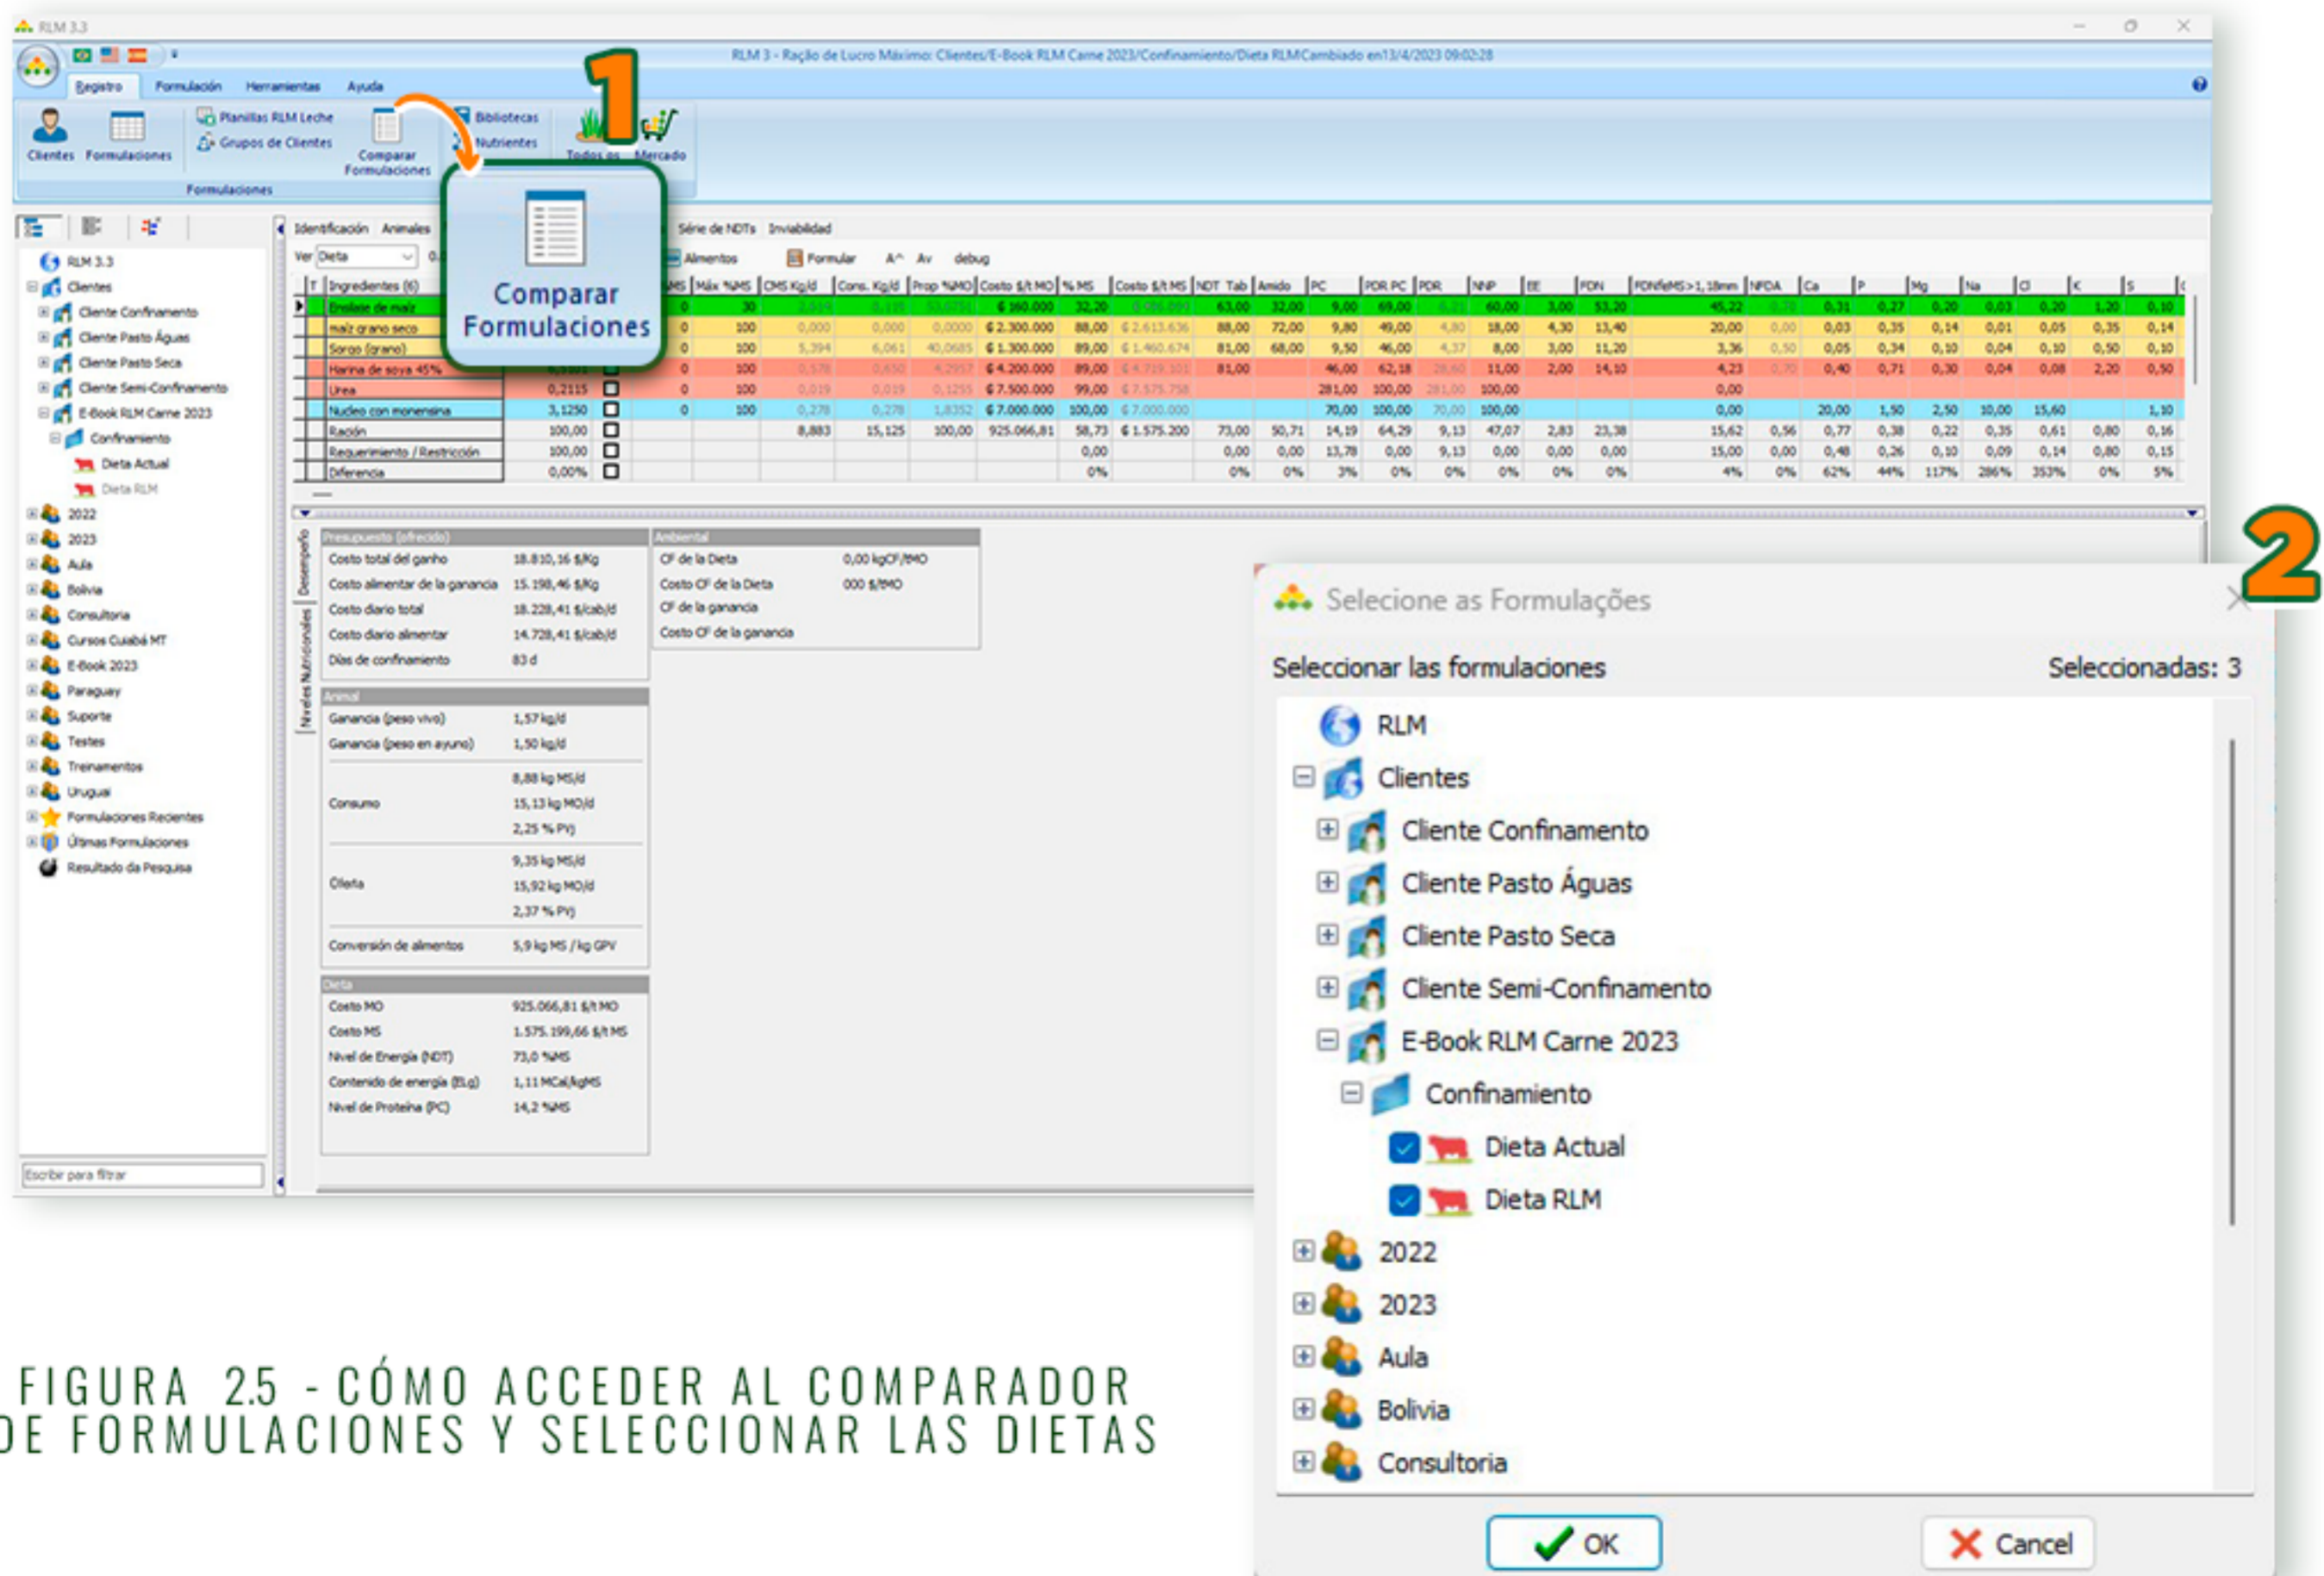

FIGURA 2.5 - CÓMO ACCEDER AL COMPARADOR DE FORMULACIONES Y SELECCIONAR LAS DIETAS
Para comparar las diferencias entre las formulaciones en una pantalla, acceda a "Comparar Formulaciones" (1). Seleccione las dietas de interés (2) como se muestra en la Figura 2.5.